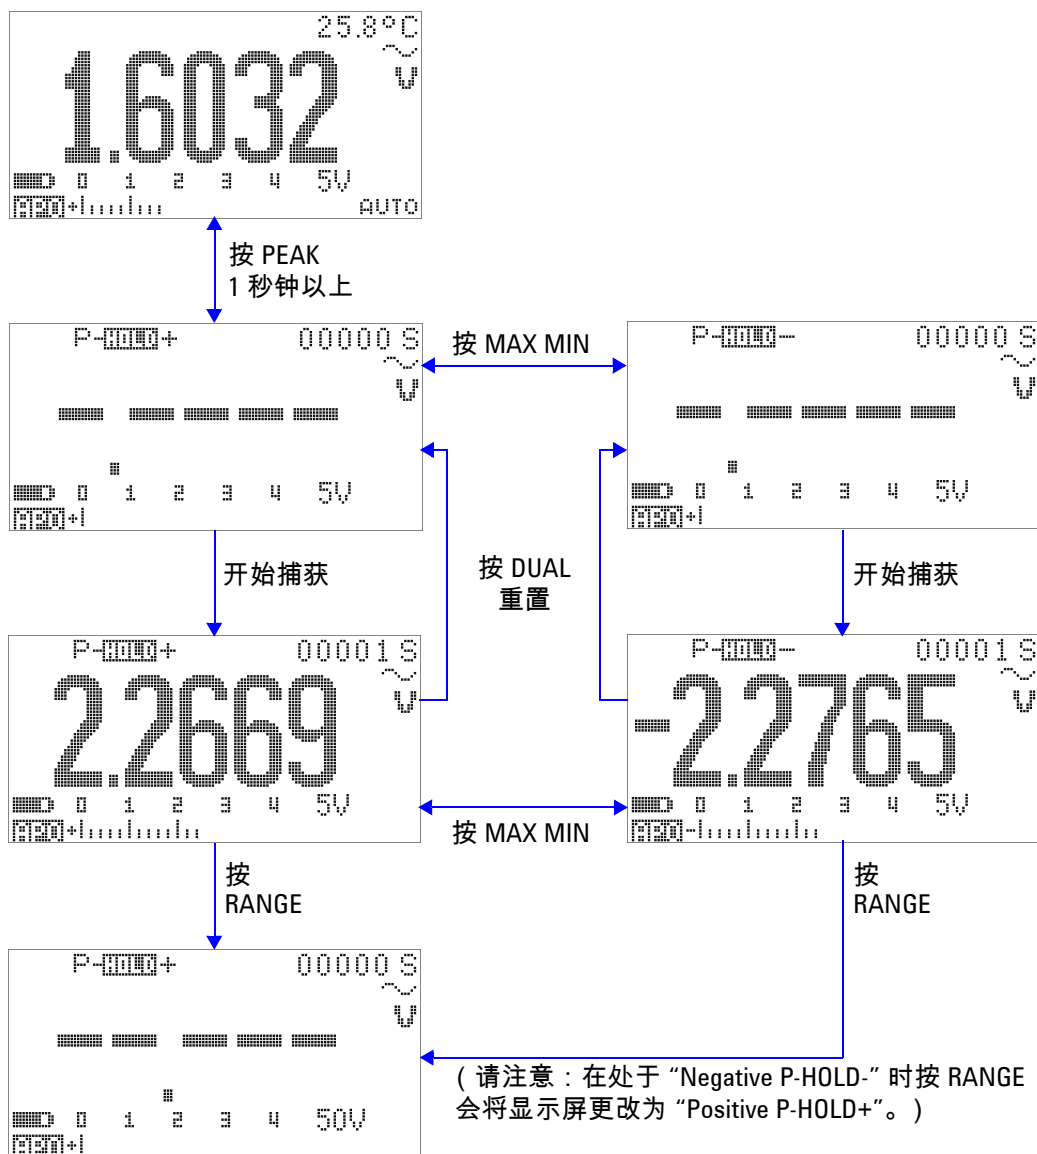

图 3-7 “1 ms peak hold” 模式下的操作
- 4 在第 66 页上的图 3-7 中所示的测量示例中，峰值因数将为  $2.2669/1.6032 = 1.414$ 。